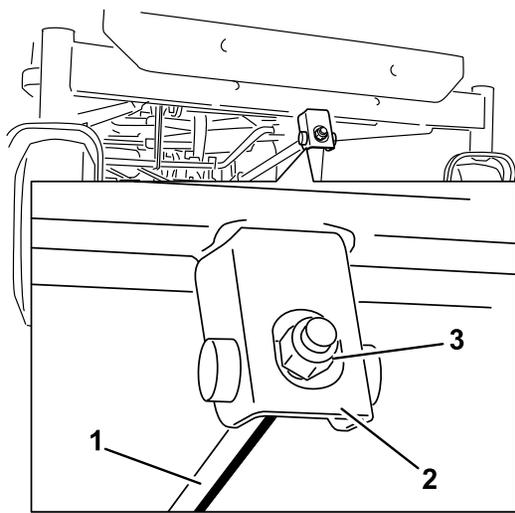

**Figure 57**
4. Faites pivoter les lames avec précaution pour faire passer les pointes avant à l'arrière (Figure 56 et Figure 57).
5. Mesurez la distance entre la pointe de la lame avant et la pointe de la lame arrière par rapport à la surface plane (Figure 56 et Figure 57). Si la pointe avant de la lame n'est pas de 1,6 à 7,9 mm (1/16 à 5/16") plus basse que la pointe arrière, réglez le contre-écrou avant.
8. Une fois le réglage effectué, vérifiez à nouveau l'inclinaison avant/arrière des lames. Poursuivez le réglage de l'écrou jusqu'à ce que la pointe avant de lame soit de 1,6 à 7,9 mm (1/16 à 5/16") plus bas que la pointe arrière (Figure 56 et Figure 57).